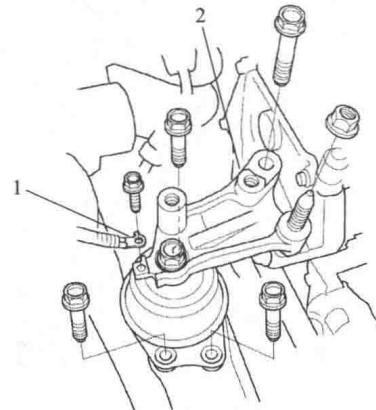
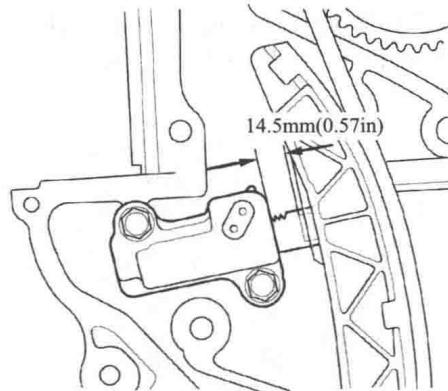

图 1-1-20
图 1-1-21
(9) 拆下搭铁电缆 1，然后拆下发动机侧支座/托架总成 2，如图 1-1-20 所示。
(10) 拆下机油泵。
(11) 测量张紧器体和张紧器连杆平面部分底部之间的张紧器连杆长度，如图 1-1-21 所示，如果长度超出使用极限 (14.5mm)，则更